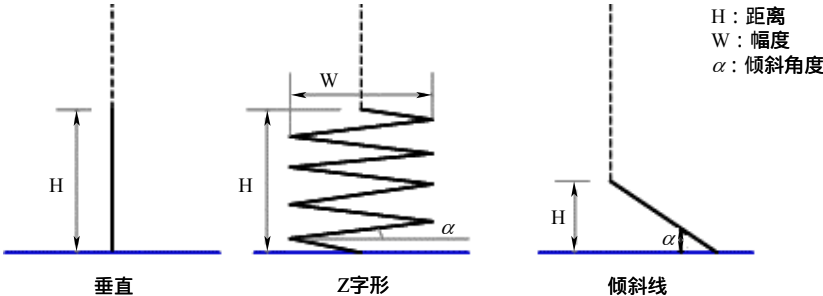

图 7-36 切入方式
- **【切入方式】**: 提供了三种通用的切入方式，几乎适用于所有的铣削加工策略，如图 7-36 所示。如果在“切入切出”选项卡里设定了特殊的切入切出方式后，此处通用的切入方式将不起作用。